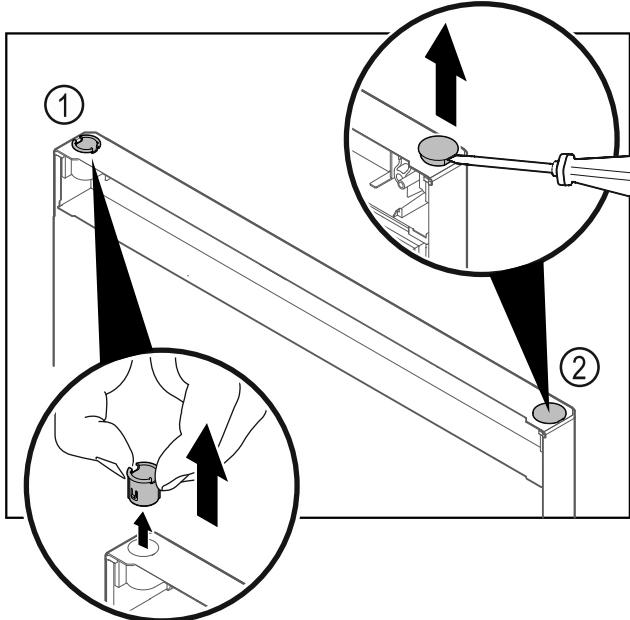

Fig. 18 Porte de la partie réfrigérateur
- Retirer la bague Fig. 18 (1) avec les doigts.
- Soulever délicatement le bouchon Fig. 18 (2) avec un tournevis plat et le retirer.